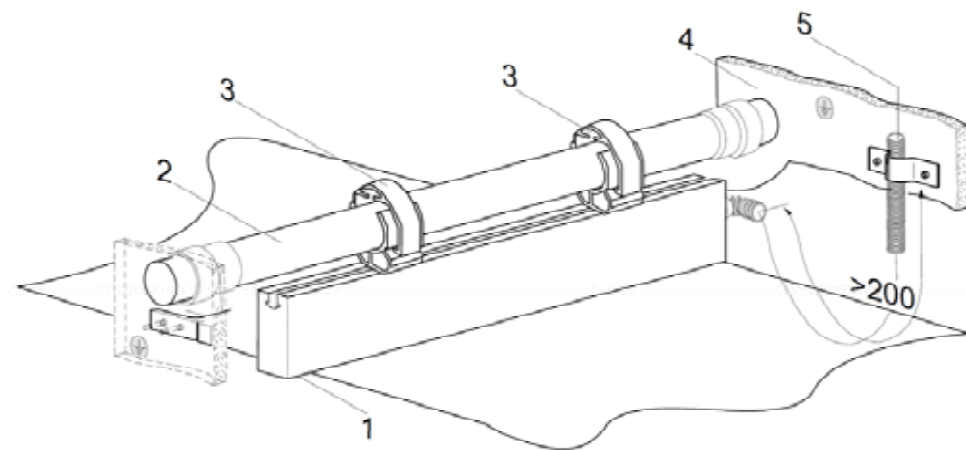

図4 GRP製丸棒を使用した取付例
除電器の取付材のオプションとして、GRP製の丸棒が用意されています。その取り付けの概要は、図4をご参照下さい。除電器は溝に差し込まれたプラスチックホルダーによってGRP製丸棒に取り付けられます。さらに長いバーを保持する場合は、GRP製丸棒にボルト止めするアングルブラケットを追加使用して、除電器のたわみを防止します。
- 2: GRP製部材(図4:丸棒)